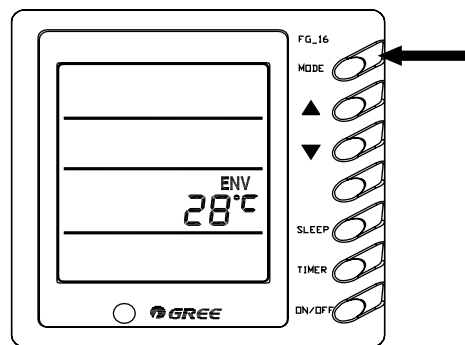

Рис. 5.9
5.3.1 Для включения необходимо нажать кнопку **ON/OFF** (рис. 5.9).